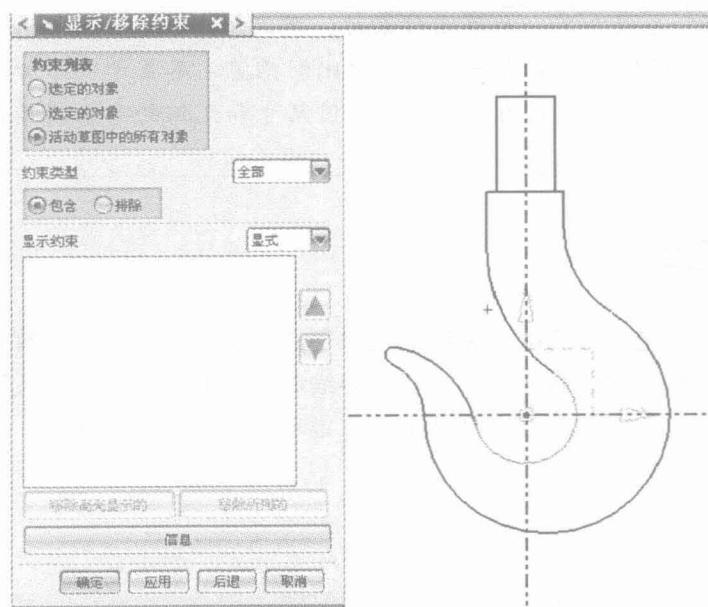

图 1-14 移除约束
(13) 单击“特征”工具栏上的“显示/移除约束”按钮 $\times$ , 系统弹出“显示/移除约束”对话框, 选中“活动草图中的所有对象”, 单击【移除所列的】按钮, 移除约束显示, 结果如图 1-14 所示。单击【确定】按钮。